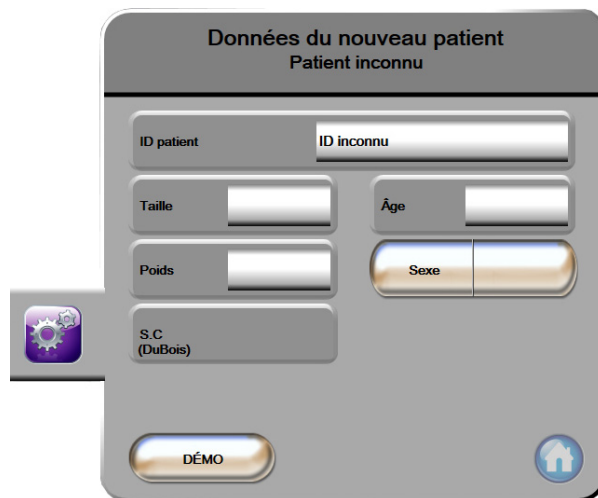

Figure 6-2 Écran Données du nouveau patient
- 5 L'écran **Données du nouveau patient** apparaît. Voir figure 6-2.